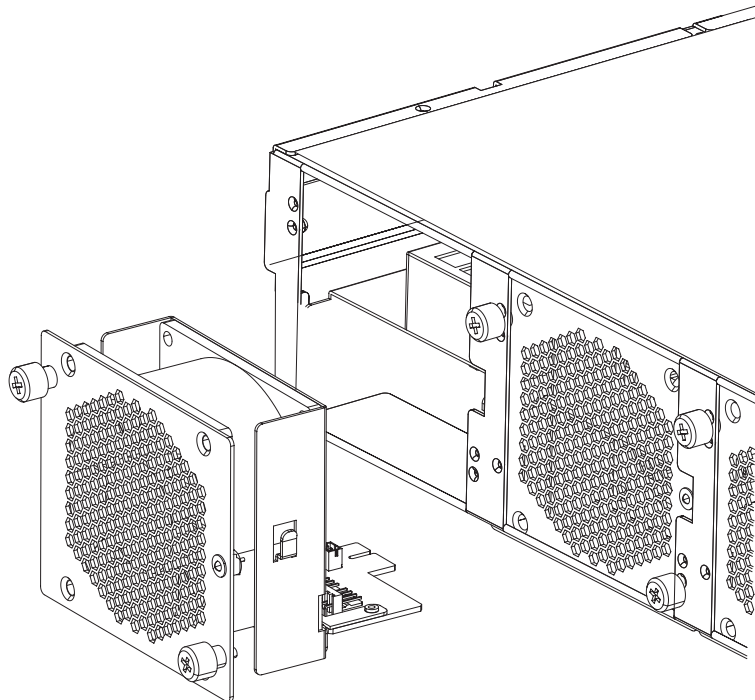

Abbildung 15. Lüftermodul aus einer Appliance des Typs 7199 entfernen
5. Entfernen Sie das Lüftermodul, wie in Abb. 15 dargestellt.